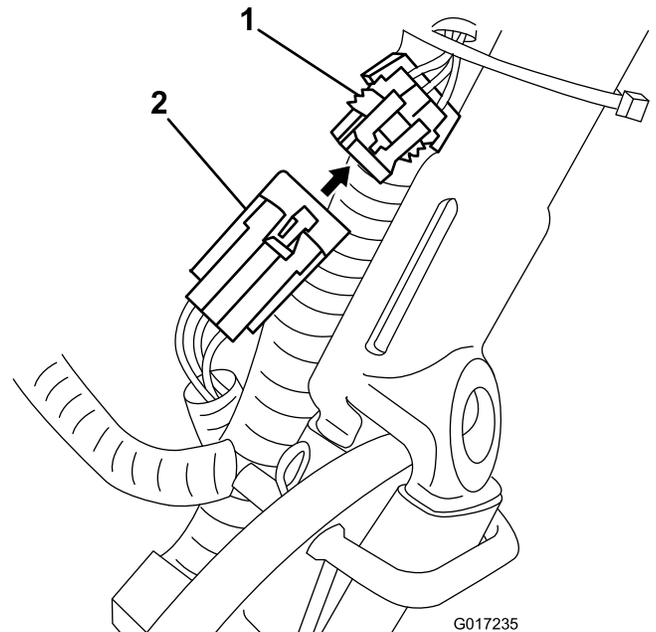

Figure 12
3. Débranchez le petit connecteur qui se trouve sur le faisceau de câblage reliant le bloc batterie à la machine, du faisceau de câblage principal (Figure 12).
14. Faites passer le faisceau de câblage qui relie le bloc batterie à la machine sous et derrière le faisceau principal, sur le côté gauche de la machine, et branchez le petit connecteur à 6 broches du faisceau au connecteur correspondant sur le faisceau de câblage principal, comme montré à la Figure 12.